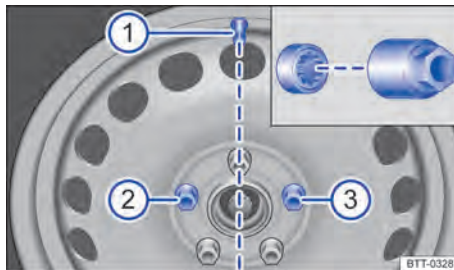

Abb. 215 Radwechsel: Reifenventil ① und Einbauorte der Anti-Diebstahl-Radschraube ② oder ③.
2. Adapter bis zum Anschlag in die Anti-Diebstahl-Radschraube schieben → Abb. 215.
3. Radschlüssel bis zum Anschlag auf den Adapter schieben → Abb. 215.
Die Anti-Diebstahl-Radschraube muss bei einem Rad mit Radvollblende an Position → Abb. 215 ② oder ③, bezogen auf die Lage des Reifenventils ①, eingeschraubt sein. Die Radvollblende kann sonst nicht montiert werden.